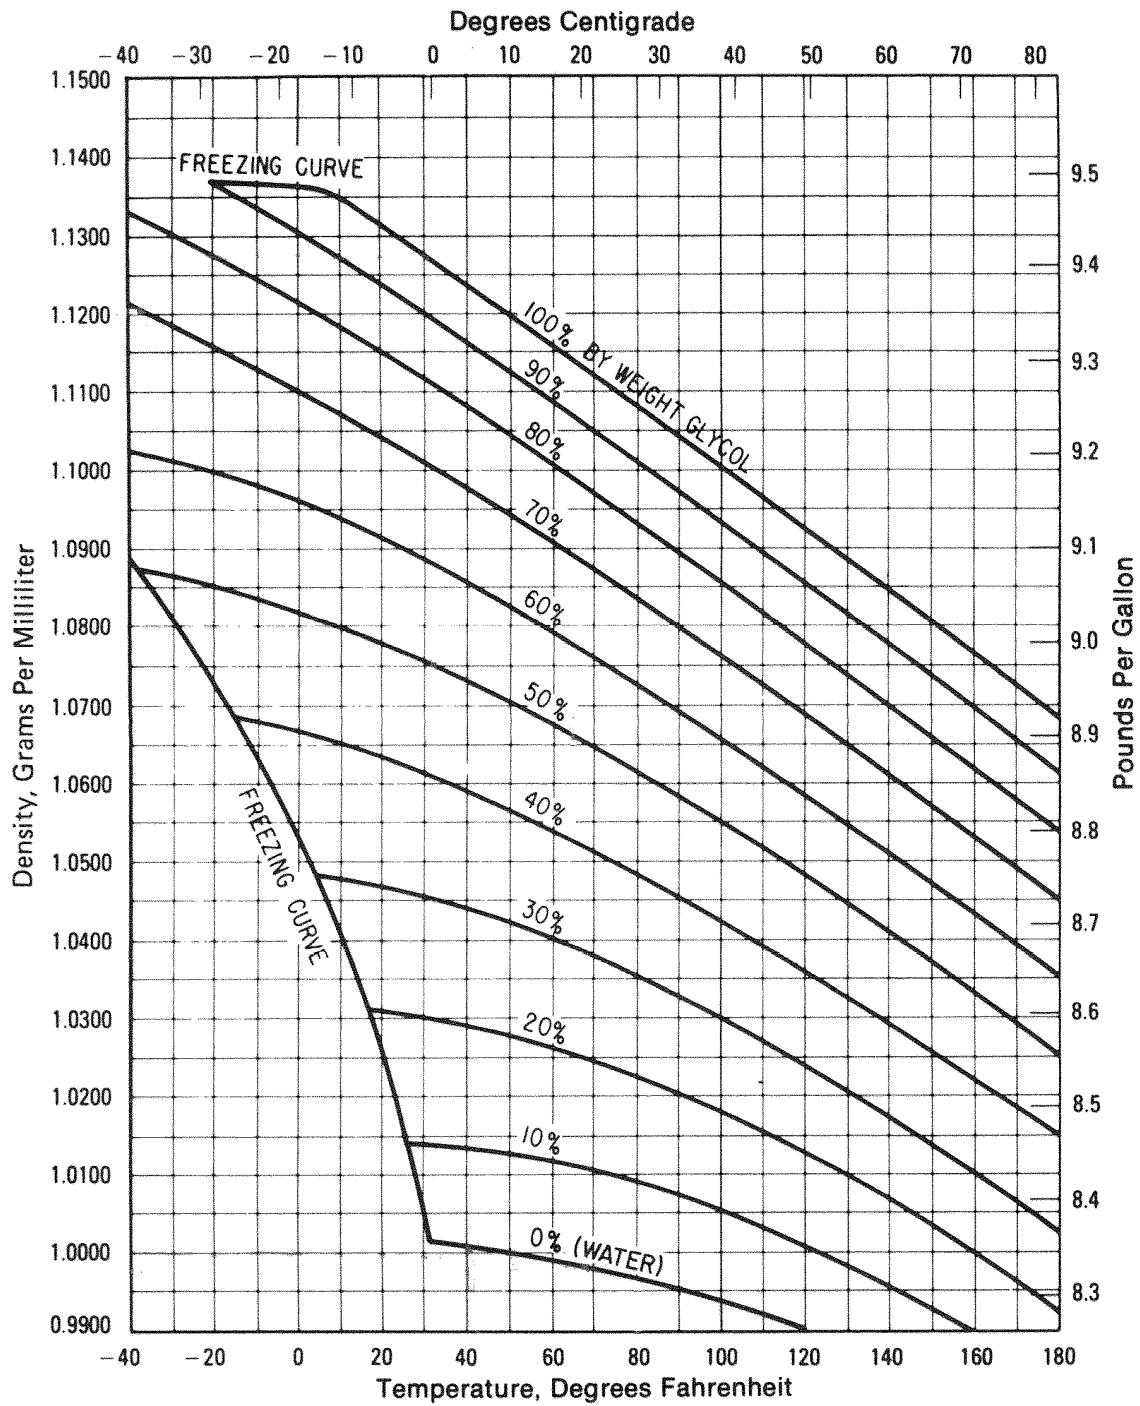

FIGURE 3: Densité de mélanges eau-glycol à différentes températures
- Les lectures varient bizarrement ou trop peu : cette situation peut être causée par plusieurs facteurs. D'abord, il peut y avoir de l'air dans la tubulure. La tubulure doit être re-saturée périodiquement. Prendre en note qu'une tubulure de diamètre supérieur à 6 mm est difficile à garder sans air. Deuxièmement, des grands changements de température peuvent avoir un effet. Pour compenser, utiliser un mélange eau-glycol dans le système et un graphe de dilatation de fluide (voir figure 3). Enfin, le niveau d'eau dans le réservoir est propice à changer ; simplement surveiller le niveau d'eau et l'ajuster en conséquence et vérifier s'il y a des fuites.